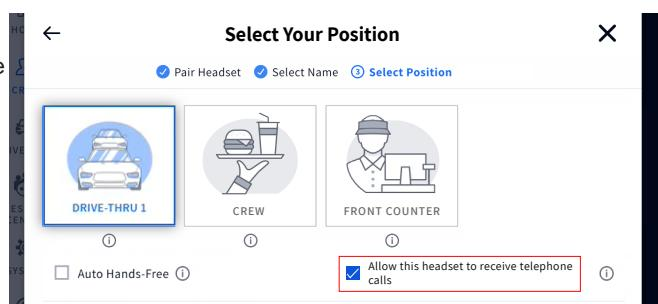

Fig. 12.6
- Cuando aparezca el cuadro de diálogo **Seleccione su Posición** seleccione una posición y marque la casilla etiquetada: Permitir que los auriculares reciban llamadas telefónicas. Véase la Fig. 12.6. (Dado que solo se puede designar un auricular para recibir llamadas telefónicas, al marcar la casilla se fuerza la salida de este modo de cualquier auricular asignado anteriormente).